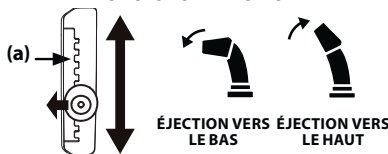

Figure 3-13
Pour ajuster l'angle du déflecteur de la goulotte et la distance d'éjection de la neige, faites pivoter la commande vers l'avant ou vers l'arrière. Voir Figure 3-13.
- **Pour réduire la distance d'éjection de la neige :** déplacez le levier vers l'avant pour faire pivoter la goulotte supérieure vers le bas. Voir Figure 3-13.
- **Pour augmenter la distance d'éjection de la neige :** déplacez le levier vers l'arrière pour faire pivoter la goulotte supérieure vers le haut. Voir Figure 3-13.
- **Pour réduire la distance d'éjection de la neige :** désengagez le levier de la position de réglage actuelle. Déplacez le levier vers l'avant pour faire pivoter la goulotte supérieure vers le bas à la position de désirée (a). Voir Figure 3-13.
- **Pour augmenter la distance d'éjection de la neige :** désengagez le levier de la position de réglage actuelle. Déplacez le levier vers l'arrière pour faire pivoter la goulotte supérieure vers le haut à la position de désirée (a). Voir Figure 3-13.